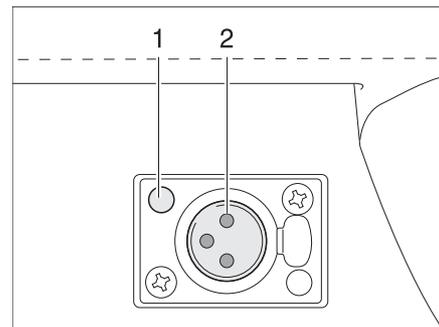

Bild 70 Steckdose
- Stecker im Fuß der Steckleuchte in die Steckdose (Bild 70,1) stecken, bis er hörbar einrastet. Dabei auf die Position der Kontakte (Bild 70,2) achten.